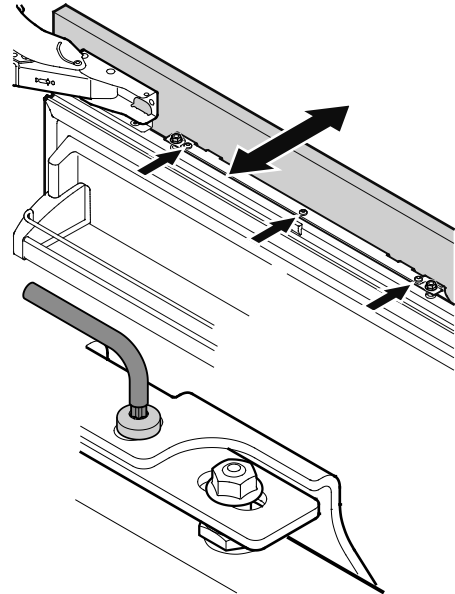

Figure 35
10. Desserrer les trois vis sur le dessus de la baguette de fixation, aligner le panneau comme sur la **Figure 35** et serrer à fond les vis. Procéder de la même manière avec la baguette de fixation inférieure.